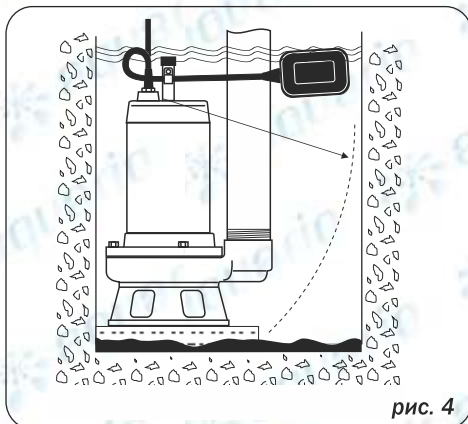

рис. 4
- Вокруг насоса должно быть достаточно места для свободного движения поплавкового выключателя, см. рис. 4;